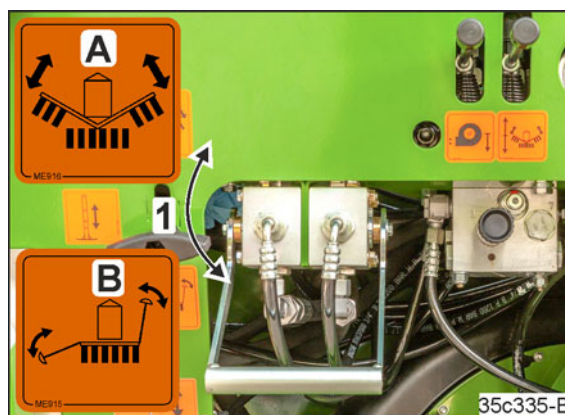

Bild 227
8. Ställ ventilspaken (Bild 227/1) i läge "B" och lämna den i läge "B" under arbetet.